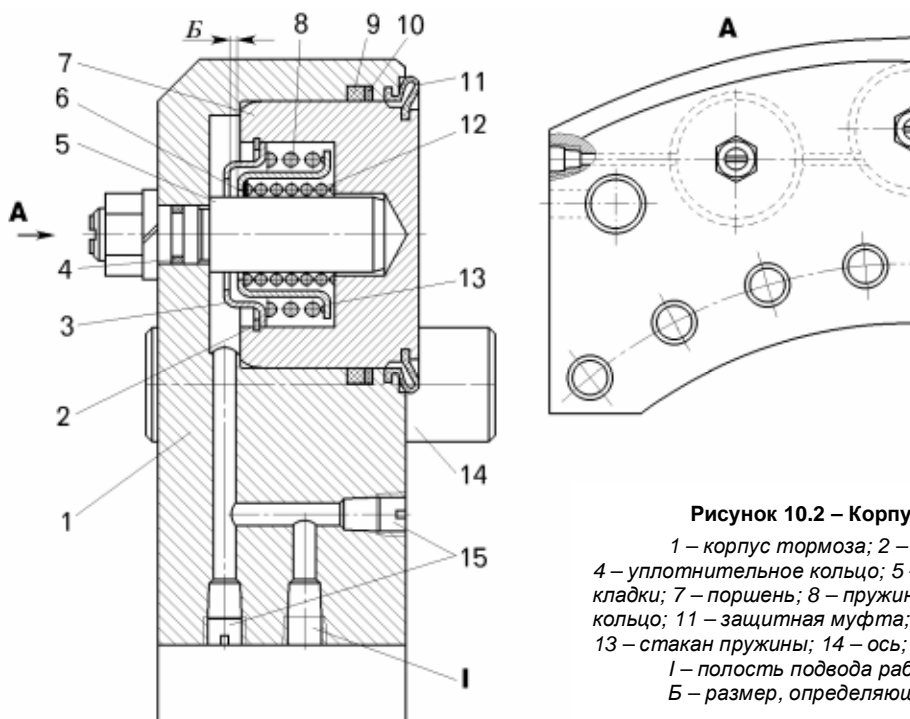

Рисунок 10.2 – Корпус тормозного механизма:
В каждом корпусе тормоза 1 (рисунок 10.2) выполнено по три цилиндра, в которых перемещаются поршни 7. Поршень по наружному диаметру уплотняется резиновой манжетой 9 с защитным кольцом 10, а муфта 11 защищает от попадания грязи на рабочую поверхность поршня.
- отвернуть гайку 5 (рисунок 10.2) крепления штока 6 поршня;
- проверить усилие перемещения фрикционной втулки 13 относительно штока 6. Усилие должно быть в пределах 2000 – 3000 Н (смотри рисунок 10.2);